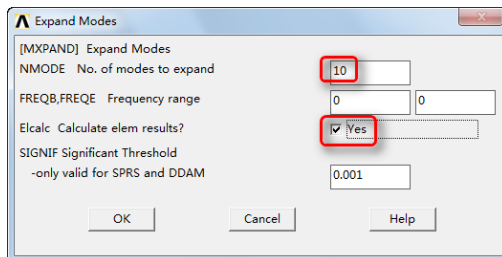

图 15-33 Expand Modes 对话框
② 设定扩展解：设定扩展模态选项：Main Menu > Solution > Load Step Opts > ExpansionPass > Single Expand > Expand Modes，弹出如图 15-33 所示的“Expand Modes”对话框，在“NMODE No. of modes to expand”后面输入 10，在“Elcalc”后面单击使其显示为“Yes”，单击“OK”按钮。